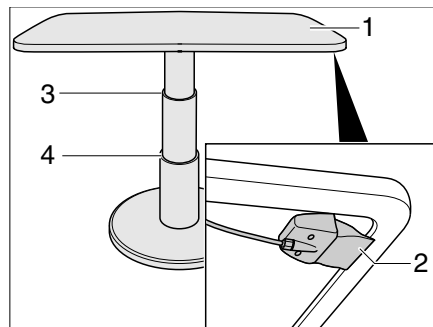

Fig. 53 Table à hauteur réglable de la dinette en U
- Tirer le levier de verrouillage (Fig. 53,2) vers le haut et le maintenir.
- Pousser le plateau de table (Fig. 53,1) au centre vers le bas jusqu'à la butée désirée (Fig. 53,3 ou 4).